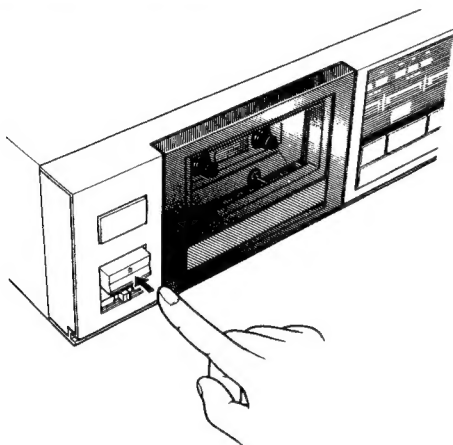

Fig. 20
1. Die Auswurfaste (▲) drücken. Dabei springt der Deckel des Kassettenfachs auf. (Fig. 20)